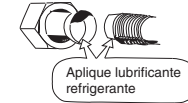

Fig. 5-4
- (1) Aplique uma tampa de vedação ou fita impermeável para impedir que a poeira ou água entrem nos tubos antes que os mesmos sejam utilizados.
- (2) Certifique-se de que aplica lubrificante refrigerante (óleo etéreo) na superfície do funil antes de efectuar as ligações da tubagem. Preste atenção para não aplicar óleo na superfície do parafuso. Isso é eficaz para reduzir vazamentos de gás. (Fig. 5-4)